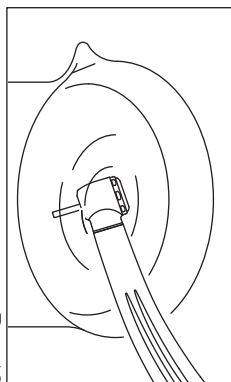

Рис. 10
- 3) Активируйте работу наконечника и погрузите головку наконечника в воду наполовину (Рис. 10).